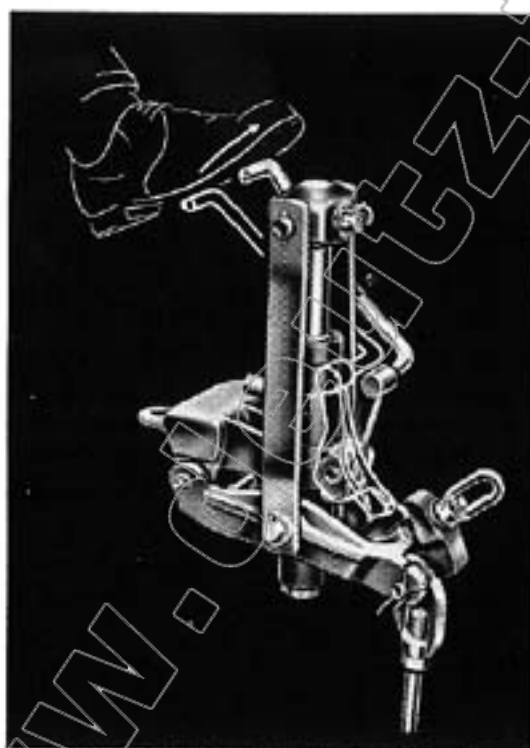

Abb. 22
2. Die **Schwadstellung** (Abb. 22).